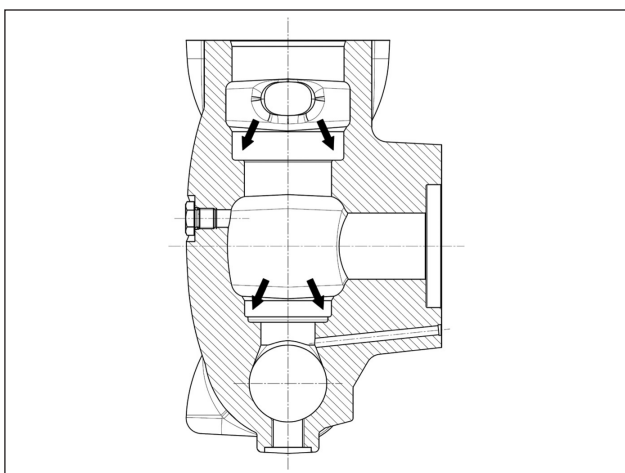

Fig. 107
**Antes de reposicionar os grupos da válvula, limpe e enxugue perfeitamente as relativas ranhuras no cabeçote, indicadas pela seta (pos. ①, Fig. 107).**